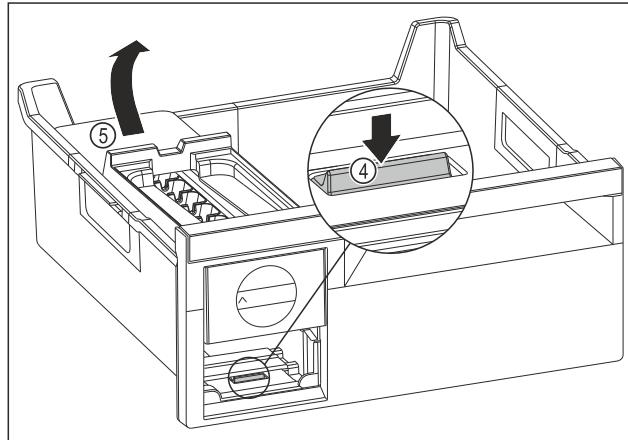

Fig. 212
- Извлеките корпус EasyTwist-Ice: Надавите пальцем вниз на накладку Fig. 212 (4) и одновременно другой рукой поднимите корпус EasyTwist-Ice Fig. 212 (5) сзади.